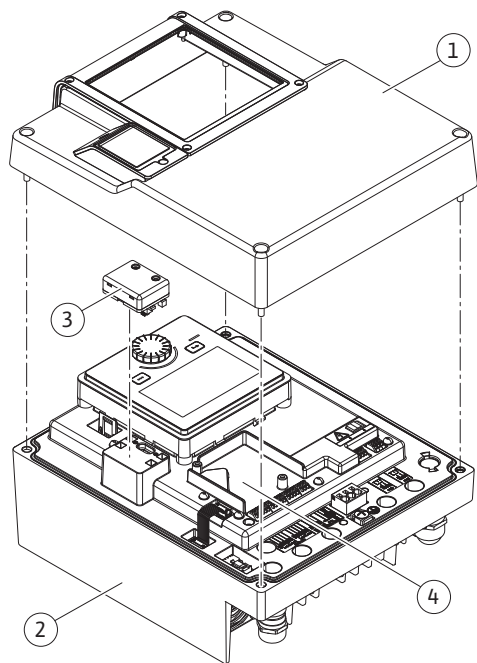
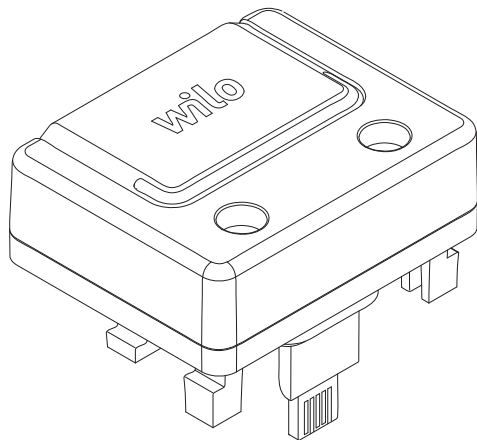

Fig. 25: Módulo electrónico
Fig. 26: Módulo Wilo-Smart Connect BT
La interfaz Bluetooth (Fig. 25, Pos. 3) del módulo Wilo-Smart Connect BT (Fig. 26) sirve para la conexión a terminales móviles, como smartphones y tabletas. Con la aplicación Wilo-Smart Connect se puede manejar y ajustar la bomba y se pueden leer sus datos. Véanse los ajustes en el capítulo «Puesta en marcha».
3. Inserte el módulo Wilo-Smart Connect BT en la interfaz prevista. Véase la Fig. 25, Pos. 3.
Los módulos CIF (accesorios) sirven para la comunicación entre las bombas y la gestión técnica centralizada. Los módulos CIF se insertan en el módulo electrónico (Fig. 25, Pos. 4).